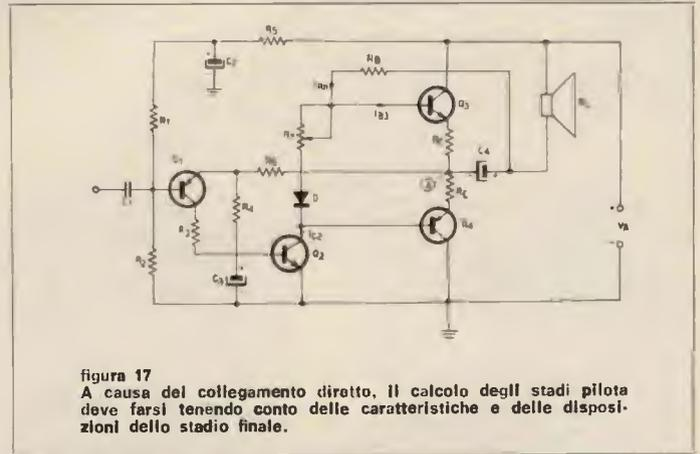

figura 17
Nello schema di figura 17, solo nel primo stadio è necessario l'abituale circuito per la stabilizzazione della temperatura, composto da un divisore di tensione di base (R_1-R_2) e da una resistenza di emittore (R_3) disaccoppiata con il condensatore C_3 . Essendo poi R_4 collegata agli emittori dello stadio d'uscita, la stabilizzazione della temperatura viene estesa a tutto l'amplificatore. Innanzitutto questa stabilizzazione ha per scopo quello di mantenere il potenziale di riposo al punto A, potenziale che deve essere, come si è visto precedentemente, uguale alla metà della tensione di alimentazione.
Continuando i calcoli, dovremo dunque tener conto di questo nuovo valore. Nell'espressione (9) sostituiremo a β_3 la $\beta_3 I_{LM} / I_{E3M}$. Dovremo poi calcolare la potenza dissipata da Q_3 e Q_4 . Data la simmetria del circuito potremo limitarci a calcolare solo quella riguardante Q_3 . Poiché questo transistor funziona in classe B, i calcoli fatti per il transistor Q_3 della figura 17 restano validi. Si potrà calcolare la potenza di alimentazione (per un transistor),